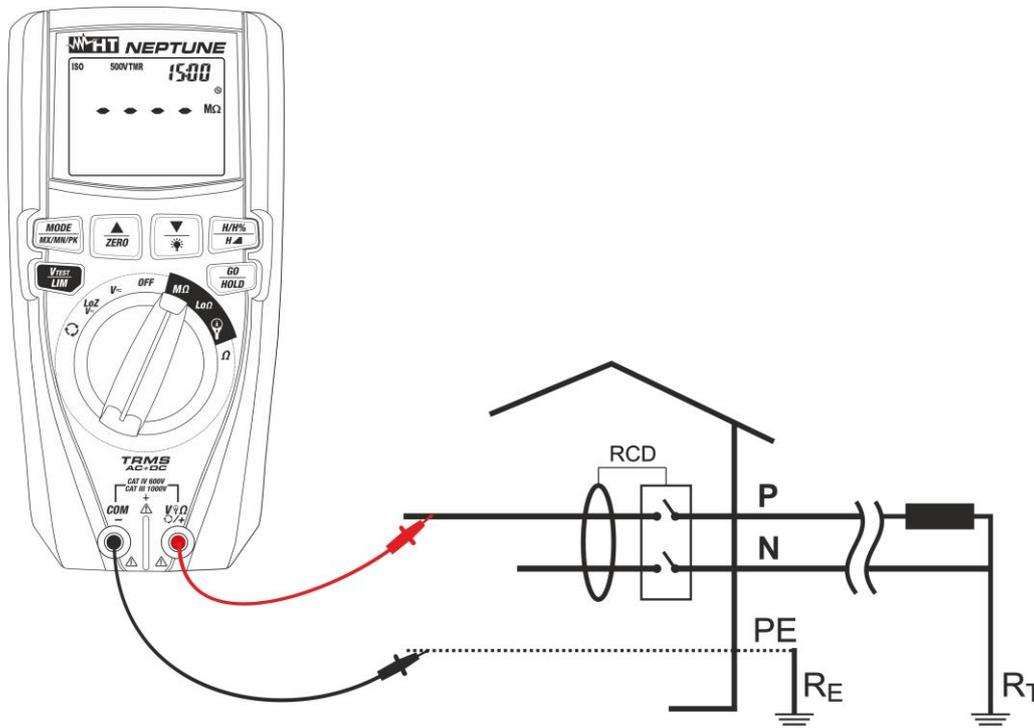

Fig. 19: Uso dello strumento per misura resistenza di isolamento in modo TMR
6. Inserire il conduttore rosso nel terminale di ingresso  $V\Omega\text{}/+$  e il conduttore nero nel terminale di ingresso **COM**/– ed eventuali terminali a coccodrillo e collegare lo strumento all'impianto in esame (vedere Fig. 19)